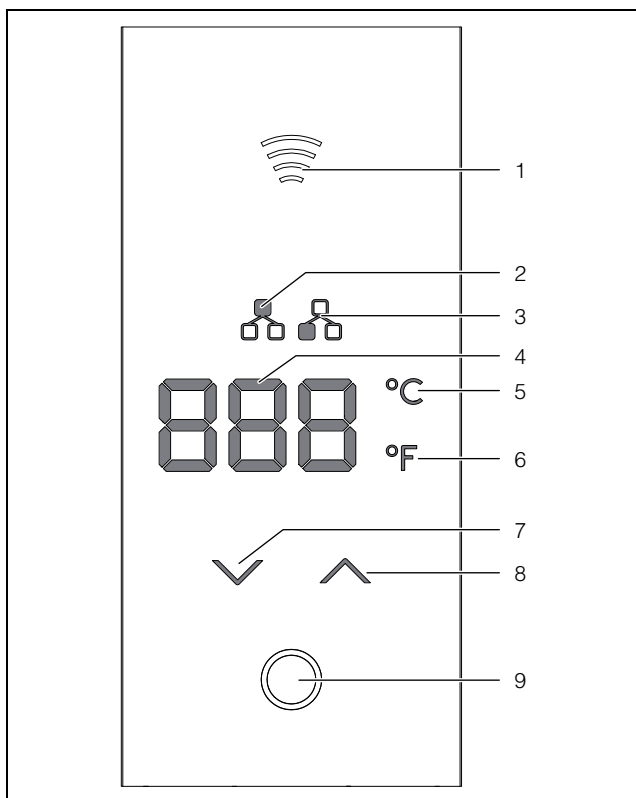

Imagen 51: Display
El display dispone de una indicación de 7 segmentos de tres dígitos (imagen 51, pos. 4). Aproximadamente 10 segundos después de la conexión de la fuente de alimentación, se muestra aquí de forma permanente la temperatura interior, siempre y cuando no se encuentre activa ninguna indicación de fallo o del sistema. Al producirse una indicación de este tipo, esta se muestra alternativamente con la indicación de temperatura.